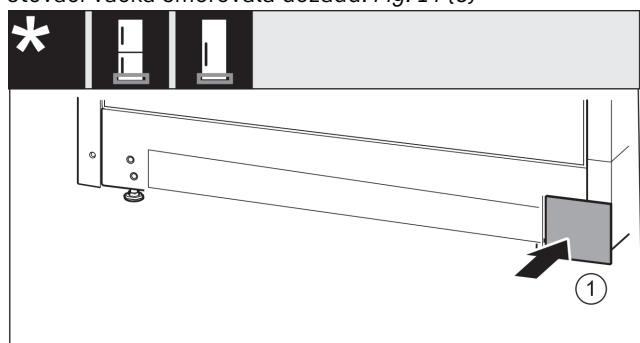

Fig. 15
- ▶ Kryt opět nasadte na druhé straně. Fig. 15 (1)